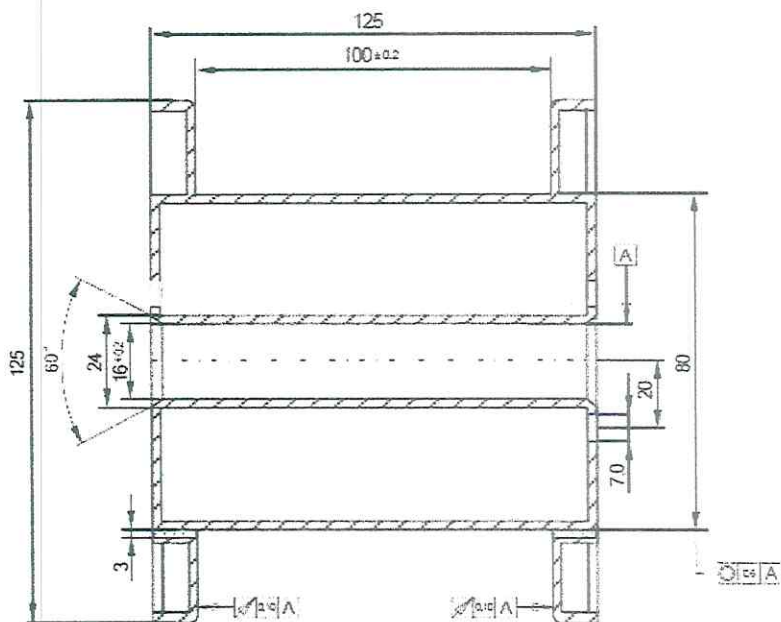

Рисунок 2 – катушка D125
2. Катушка D125 с массой наматываемой проволоки до 3,5кг. Размеры катушки Рисунок 2.